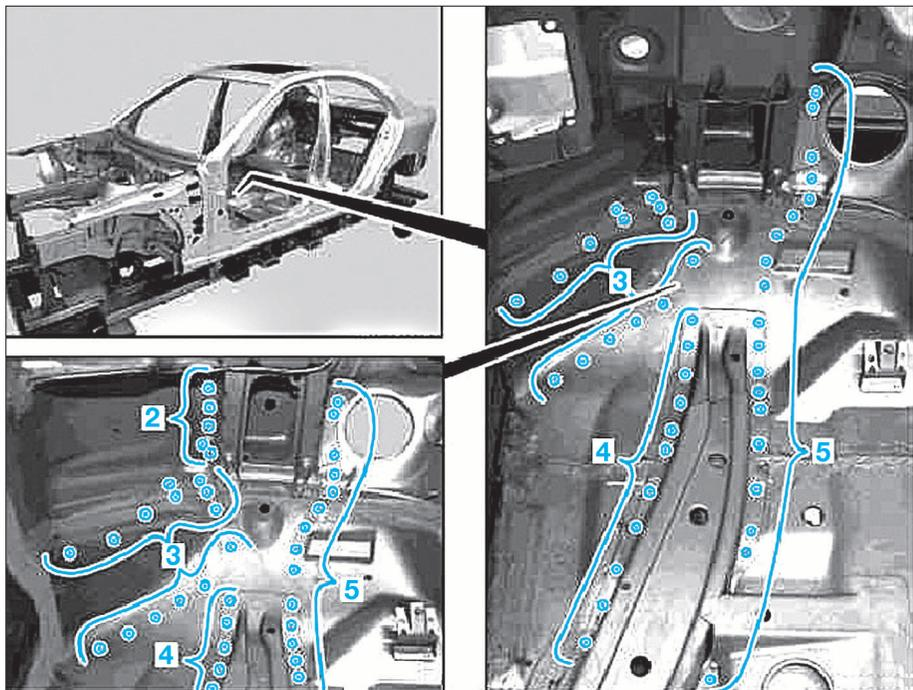
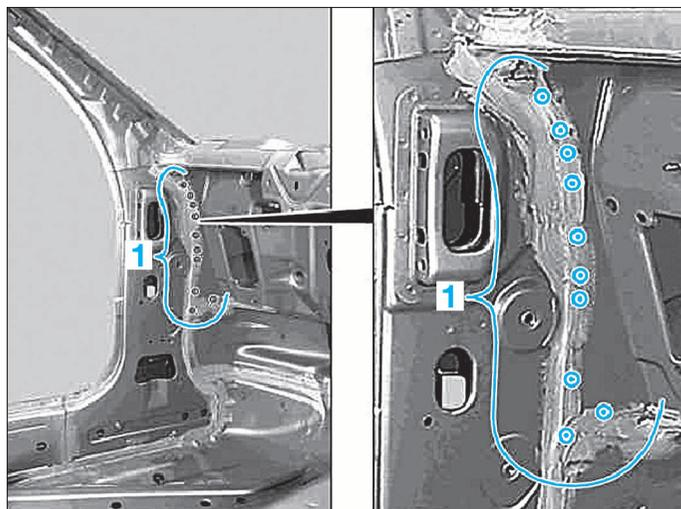

FIG. 14
FIG. 13
- les points de soudure dans les zones (1), (2), (3), (4) et (5) (Fig.13) et (Fig.14).